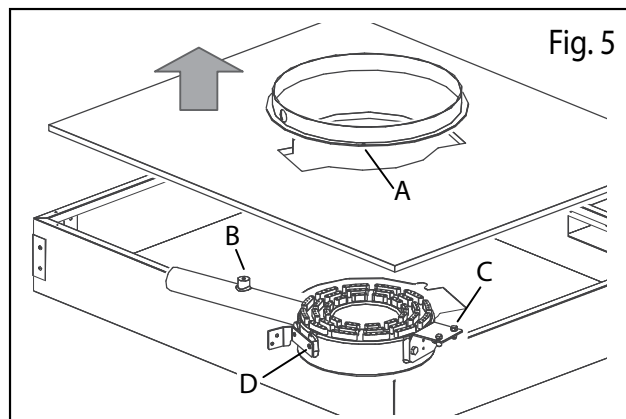

Fig. 5
Placa radiante 980: Destornillar los tornillos de fijación del encauzador de calor (Fig. 5/A)
- Quitar el aislante y destornillar el quemador de la cámara de combustión (Fig. 5/B+C)
- Destornillar los soportes (Fig. 5/C+D) y volver a atornillarlos al nuevo quemador